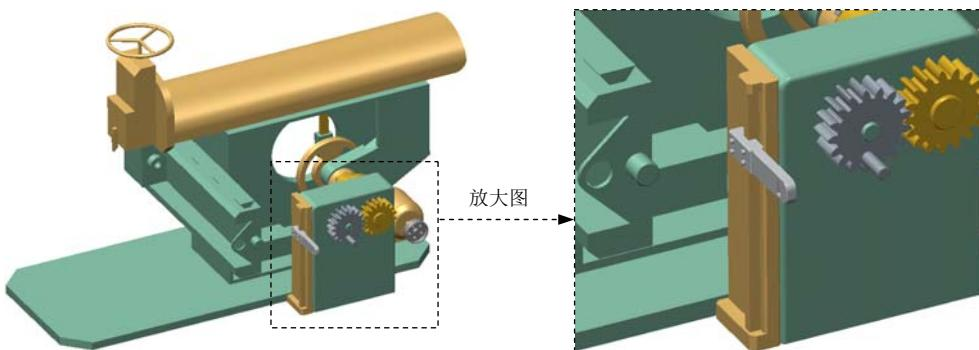

图 9.6.58 完成连接
(5) 单击操控板中的 按钮，完成刚性连接的创建，如图 9.6.58 所示。